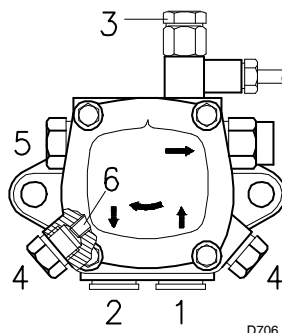

Fig. 21
7.3 Pompe (Fig. 21)
- Pour que la pompe puisse s'auto-amorcer, il est indispensable de desserrer l'une des vis 3 (Fig. 21) de la pompe pour purger l'air contenu dans le tuyau d'aspiration.
Pour modifier la pression de la pompe, agir sur la vis 5) (Fig. 21 page 20).